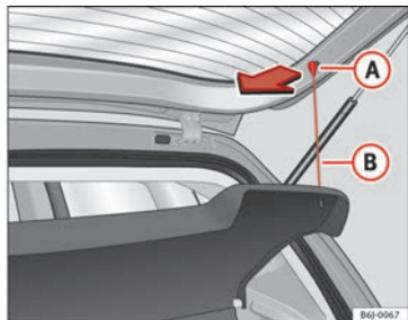

Fig. 89 Pianale portaoggetti
- Sganciare i tiranti ⇒ fig. 89 (B) dagli alloggiamenti (A)